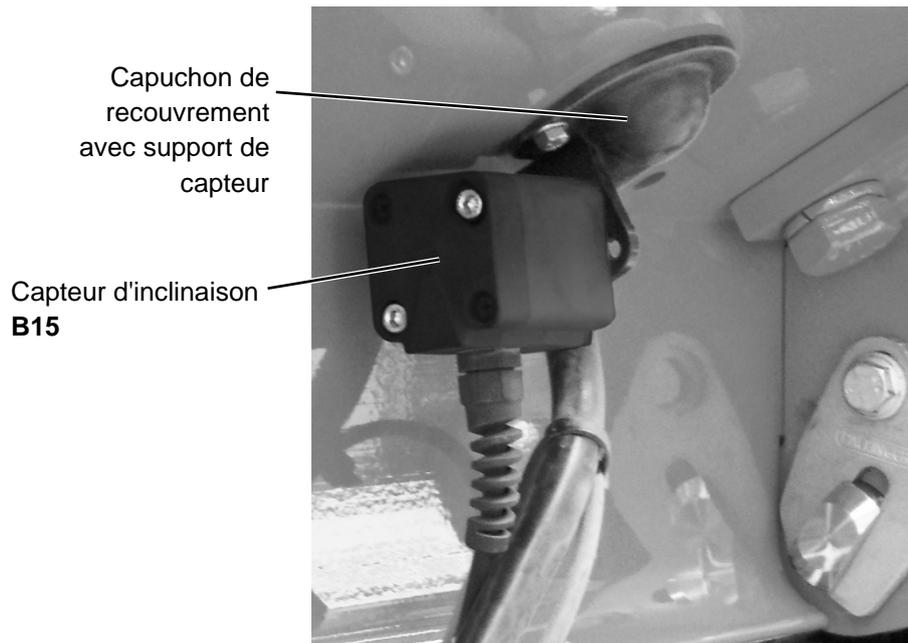

Figure 41 : Capuchon de recouvrement avec capteur d'inclinaison **B15**
- ▶ Vissez le capteur d'inclinaison **B15** comme représenté dans Figure 41, à la page 62, sur le support de capteur du capuchon de recouvrement (couple de serrage : 5 Nm).